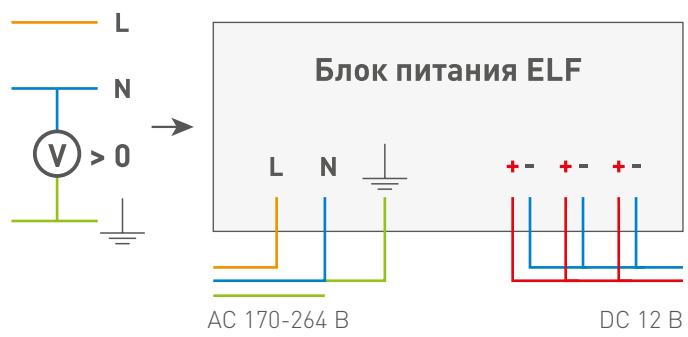

Рис. 3
- Для объектов (электроустановок), в которых применён принцип изолированной нейтрали (Рис. 3).